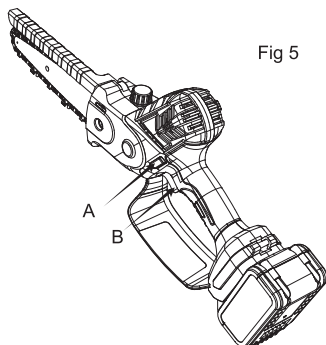

Fig 5
- Appuyez sur le bouton «A» de la figure 5, déverrouillez le bouton de sécurité, appuyez en même temps sur le bouton «B» de la figure 5 pour démarrer la machine.
- Relâchez le bouton «A» sur la figure 5.
Relâchez le bouton «B» sur la figure 5 pour arrêter la machine.